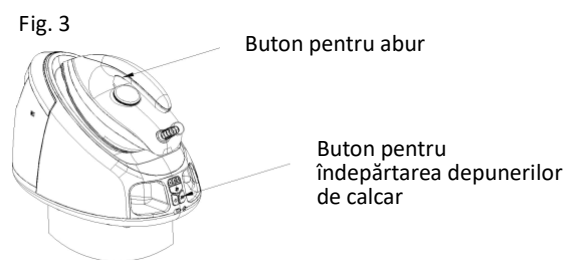

Fig. 3
5. Conectați aparatul la sursa de alimentare, apăsați pe butonul de pornire/oprire, apoi apăsați și mențineți apăsat simultan butonul pentru îndepărtarea depunerilor de calcar și butonul pentru abur timp de aproximativ 1 secundă (a se vedea Fig. 3). În acel moment, aparatul va emite un semnal sonor scurt, indicatorul pentru depuneri de calcar va începe să clipească, apoi aparatul va începe procesul de curățare a generatorului de abur, iar aburul și calcarul sunt eliminate din generatorul de abur. După aproximativ 3 minute, aparatul emite un semnal sonor scurt, indicatorul pentru depuneri de calcar se stinge, iar aparatul se oprește automat.